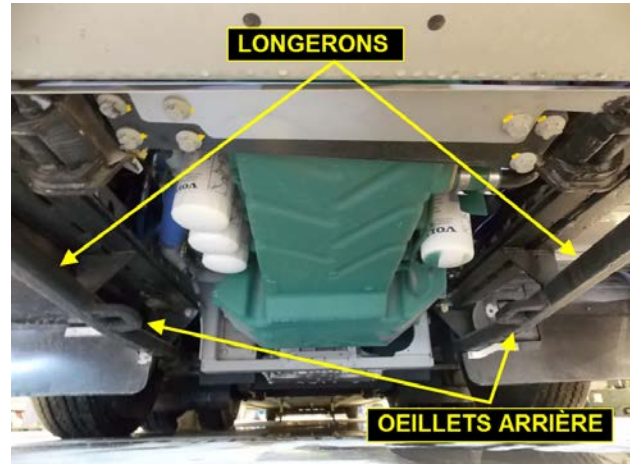

FIGURE 60: OEILLETS DE REMORQUAGE ARRIERE EN OPTION INSTALLÉS SUR LES LONGERONS SOUS LE BERCEAU MOTEUR
5. Allonger le bras télescopique de la dépanneuse. Placer les fourchettes sous les oeillets de remorquage arrière s'ils sont existants, sinon sous les longerons (Figure 60).